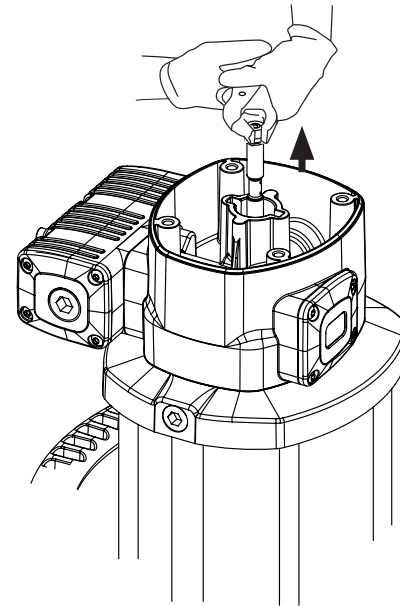
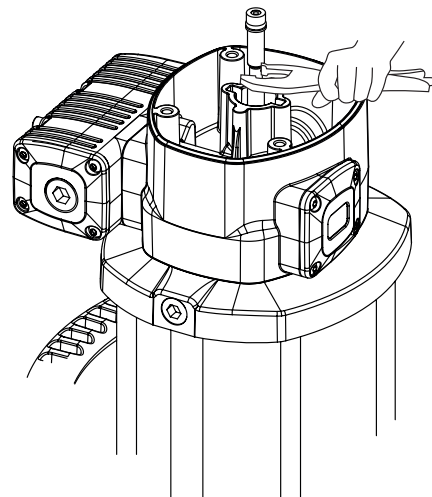

Fig. 7a
Fig. 7b
1. Desenrosque los cuatro tornillos (2) y quite la tapa (3).
2. Desenrosque el tapón inversor (4).
3. Con ayuda de una mordaza manual sobre el casquillo (5), tire hacia fuera del vástago (39) hasta que aparezca su rebaje central (fig. 7a). Después, con otra mordaza manual agarre el vástago (39) en dicha zona rebajada central para no dañar la superficie destinada al sellado y desenrosque el casquillo (5) (fig. 7b).
4. Deseche la tórica (6) y el aro (7), y use otros nuevos posteriormente al volver a montar.
5. Desenrosque los cuatro tornillos (56). Tire hacia arriba del cabezal motor (13) hasta liberarlo junto con la brida (36).
6. Quite el casquillo inversor (9). Sustituya las juntas (8) y (10) de este casquillo.
7. Desenrosque los cinco tornillos (37) y separe el cuerpo motor (13) de la brida (36). Extraiga la arandela (32) y sustituya la junta (8).
8. Retire el cilindro (51) sujetando con cuidado el émbolo (46). Sustituya la junta (45) de dicho émbolo.
9. Vuelva a montar el conjunto en sentido inverso, aplicando fijador de rosca en los tornillos (37), casquillo (5) y tapón inversor (4).